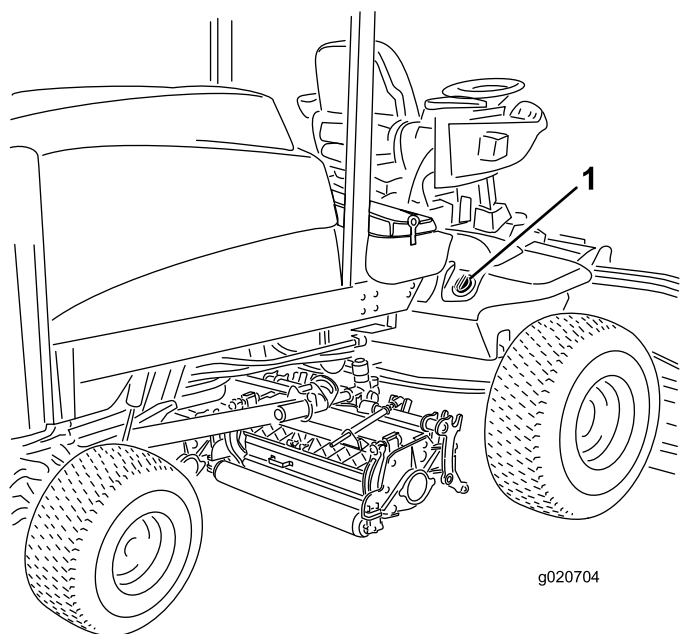

Figura 36
- Pulite attorno al collo del bocchettone e del tappo del serbatoio idraulico (Figura 36).